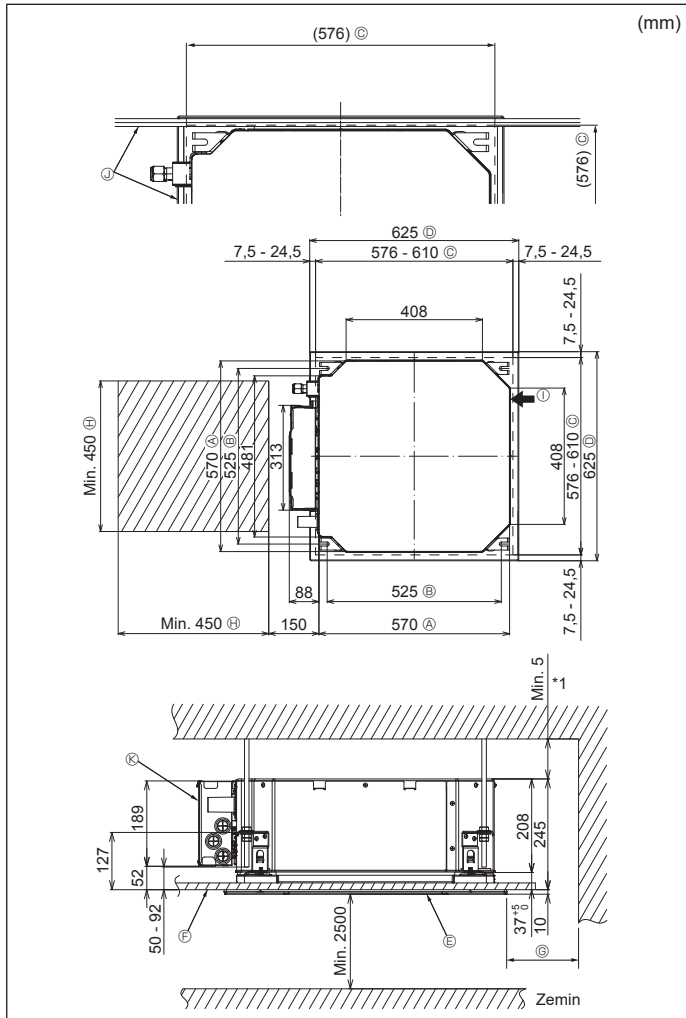

Fig. 4-2
4.2. Tavandaki açıklıklar ve askı civatalarının yerleri (Fig. 4-2)